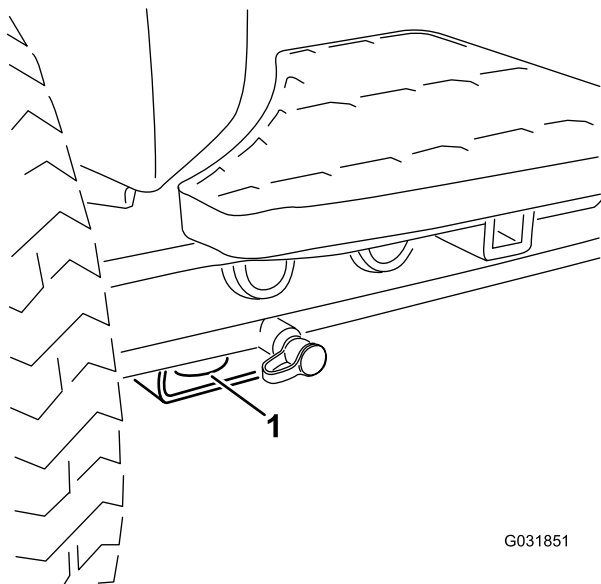

Figura 65
- **Parte anteriore della macchina** – Il foro nel supporto rettangolare, sotto il tubo dell'assale, all'interno delle ruote anteriori (Figura 65).